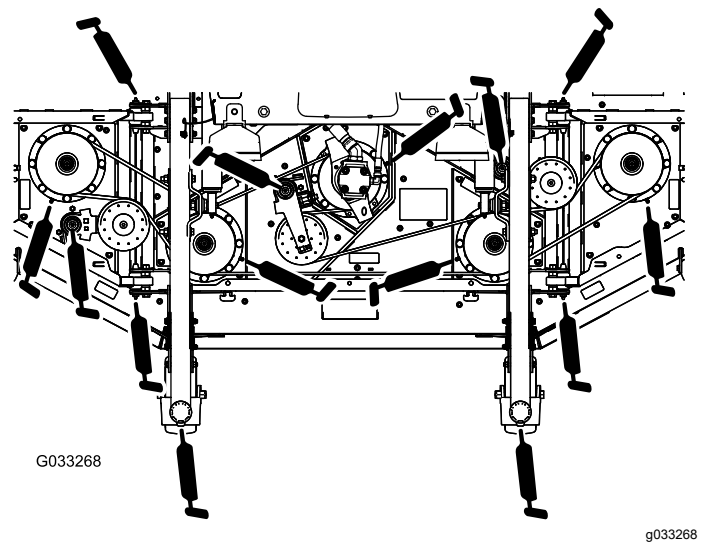

Bild 83
- 2 Laufradgabelbüchsen (Bild 83)
- 5 Spindelwellenlager (im Spindelgehäuse), siehe Bild 83 .
- 3 Spannscheibenarm-Drehbüchsen (die sich auf der die Spannscheibe tragenden Drehgelenkwelle befinden), siehe Bild 83 .
- Vier Drehbüchsen am Seitenmähwerk (die sich an den Lagerbolzen des Seitenmähwerks befinden), wie in Bild 83 abgebildet.